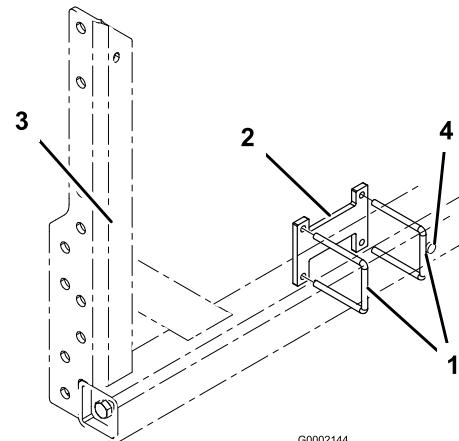

Figura 2
1. Installate 2 bulloni a U e una staffa distanziale sul telaio della barra, come mostrato in Figura 2.